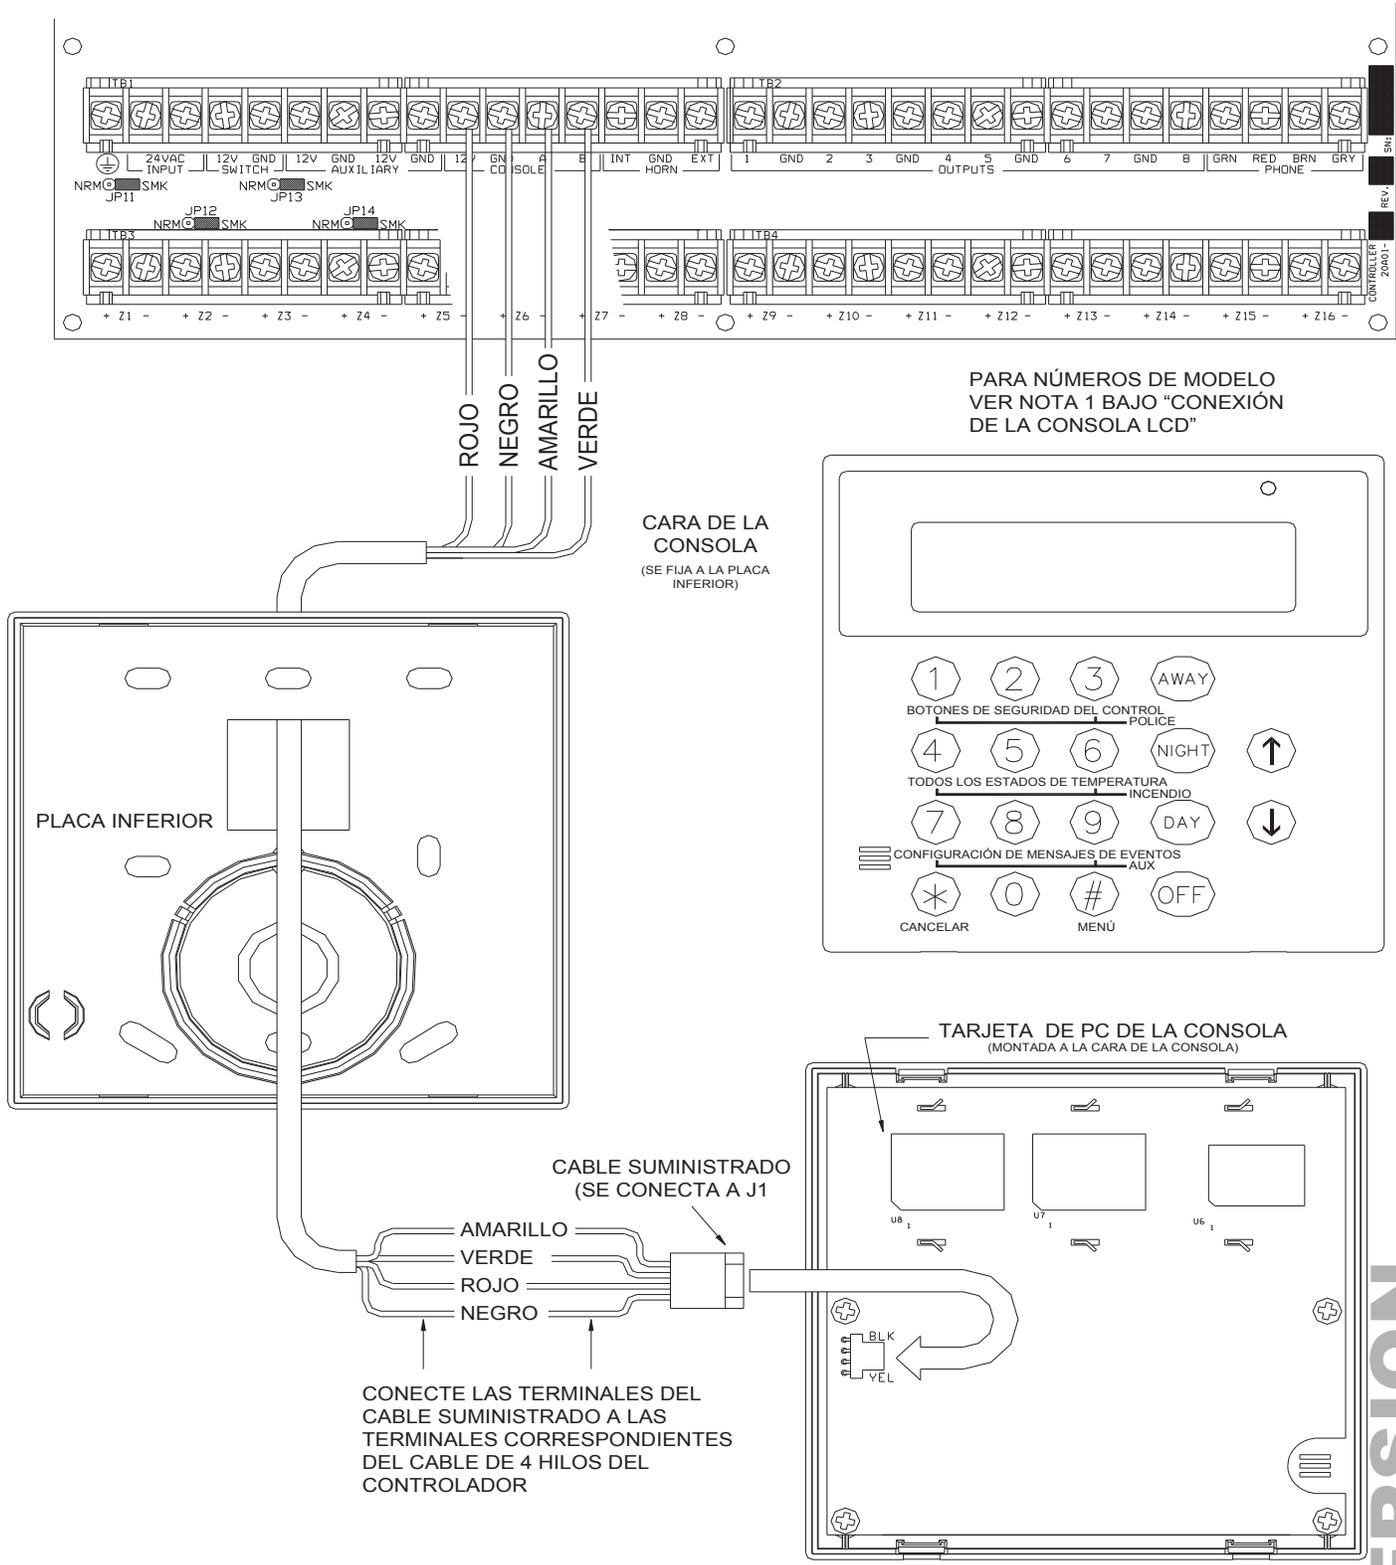

FIGURA 7 - CONEXIONES DE LA CONSOLA
5. Para esta configuración, consulte la **FIGURA 7 (CONEXIONES DE LA CONSOLA)**.